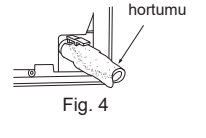

Fig. 4
- Pis su hortumunu iç ünitenin arka sağında bulunan çanak içerisine yerleştirin. (Fig. 4)
- Pis su hortumunu zivana (C) içinden geçirin ve iç ünitenin dış kısmını, montaj plakasındaki (1) kancaya geçirin. Daha sonra, boruyu ünitenin arka bölgesine daha kolay yerleştirmek için iç üniteyi tamamen sola hareket ettirin.